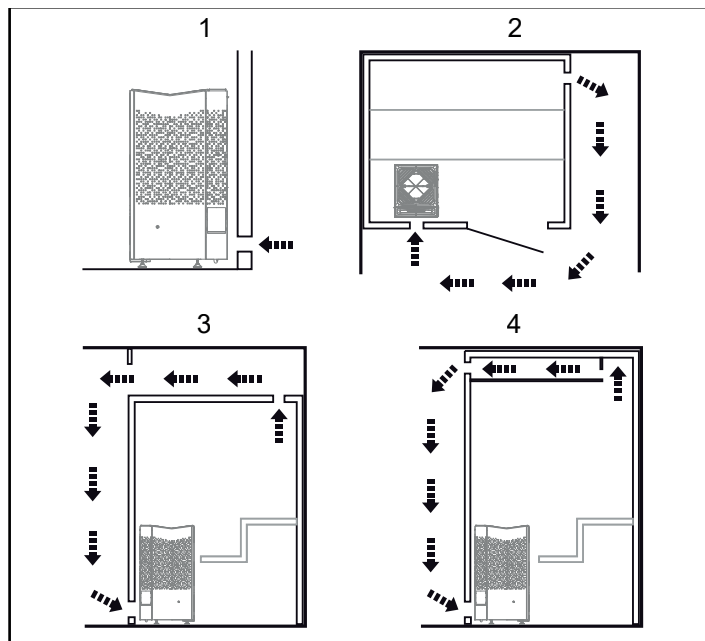

Fig 6: In- och utluftsventilens placering
- Ventilation av bastu ska utföras enligt instruktioner i denna manual (se Avsnittet Inluftsventilens placering, fig 6, Avsnittet Utluftsventilens placering, fig 6).
- Placera inluftsventilen (se Avsnittet Inluftsventilens placering, fig 6).
- Placera utluftsventilen (se Avsnittet Utluftsventilens placering, fig 6).
- med maximalt avstånd till inluftsventilen, t.ex. i diagonal (se Fig 6).
- högt på väggen eller i taket (se Fig 6).